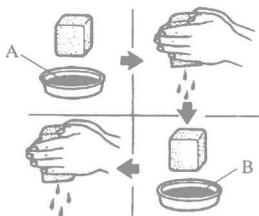

图 1-15
① 清洗发动机进气系统的空气滤清器,若在沙尘较大的环境中使用则缩短相应检修里程(如图 1-15 所示)。